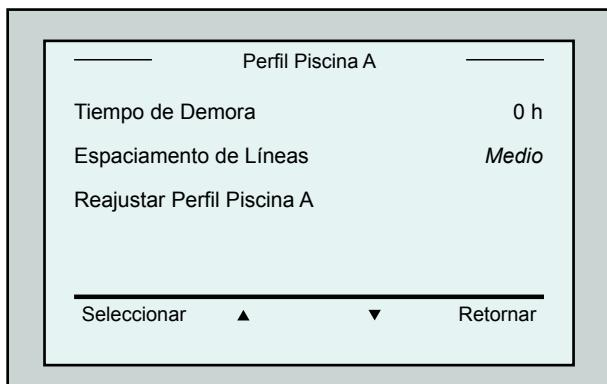

Figura 15: Menú Piscina A: Segunda pantalla
11. Luego de haber fijado el *Modo de Exploración*, en la pantalla *Perfil de la Piscina*, desplácese hacia abajo a la pantalla siguiente (Figura 15).